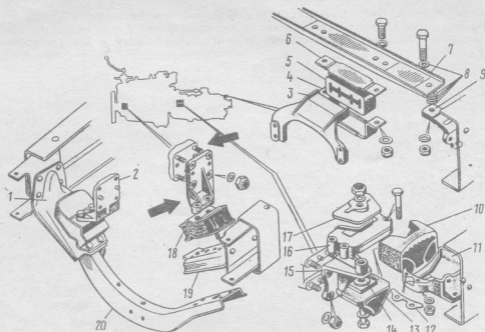

Рис. 4. Подвеска силового агрегата:
8. Отвернуть гайки 21 (Рис. 4) с шайбами 22 крепления кронштейна 2 передней подвески двигателя к блоку с правой стороны и снять кронштейн со шпильки блока. (Головка сменная 19 мм, удлинитель 150 мм, ключ с присоединительным квадратом).